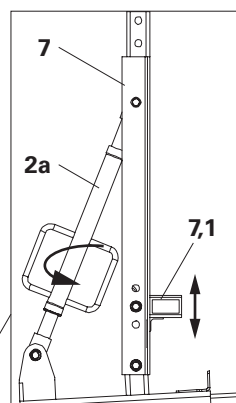
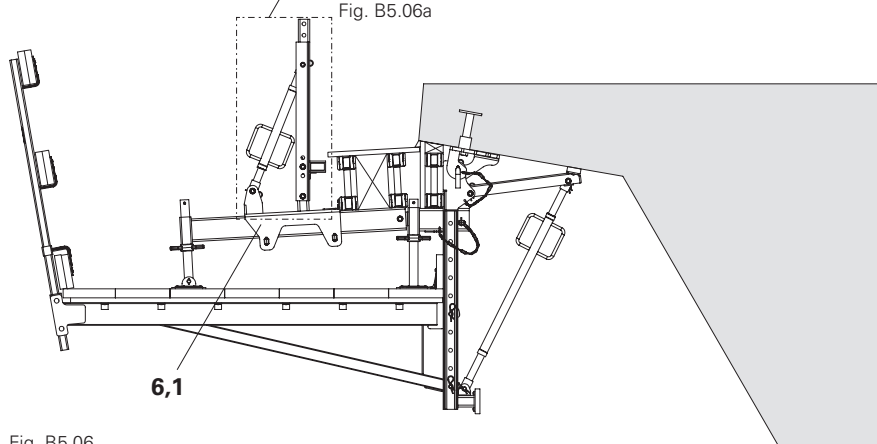

Fig. B5.06a
Fig. B5.06
3. Bloccare l'appoggio della trave (**7.1**) in posizione corrispondente. (Fig. B5.06 + Fig. B5.06a)